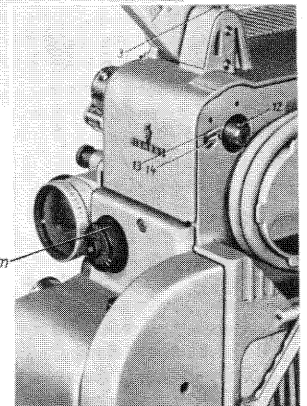

Bild 28
1. Rändelknopf der Blendenachse so lange drehen, bis Markierungsstrich der Dreiflügelblende nach oben zeigt. (Siehe m im Bild 28.)